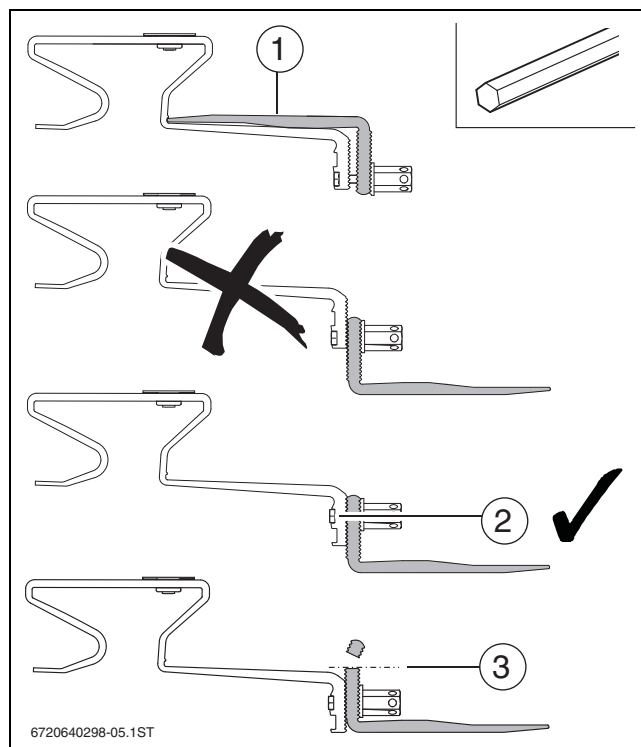

Fig. 17 Préparation du crochet de toiture
- Insérer la partie supérieure du crochet de toit dans l'orifice supérieur du crochet de toit. Ne pas encore serrer l'écrou à fond (→ fig. 17).